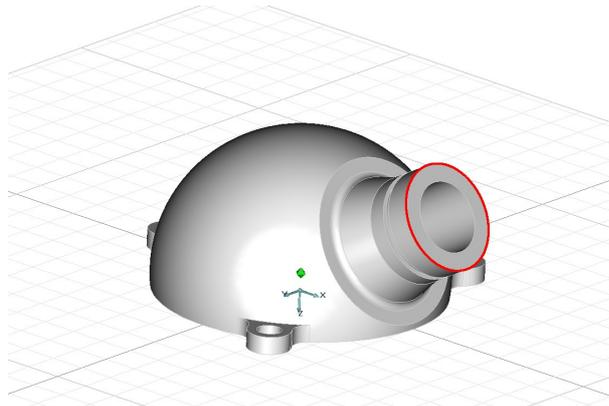

Рис. 2.29 Вид на выбранное для создания фаски ребро.
1. Поверните модель так, как это показано на рис. 2.29.